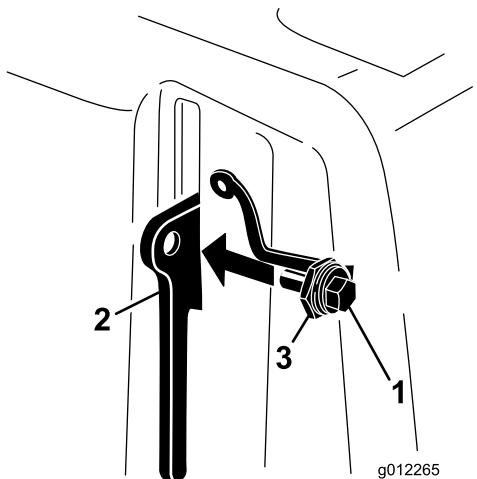

Figura 10
- Inserite il bullone nella leva del dispositivo di fermo del paracinghia (Figura 10).